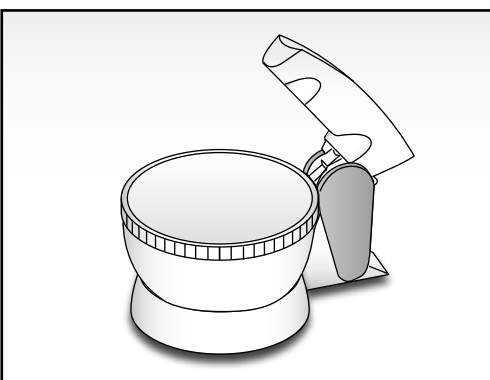

Fig. 2
- Poser le support (B) sur une surface plate et stable.
- Positionner le bol (A) dans son logement (Fig. 2).
- Die Aufnahme (B) auf eine ebene und stabile Fläche stellen.
- Die Schüssel (A) in die entsprechende Öffnung einsetzen (Abb. 2).
- Apoyar el soporte (B) sobre una superficie plana y estable.
- Posicionar el recipiente (A) en el espacio correspondiente (Fig. 2).
- Apoie o suporte (B) sobre uma superfície plana e está-vel.
- Coloque a taça (A) sobre a base (Fig. 2).